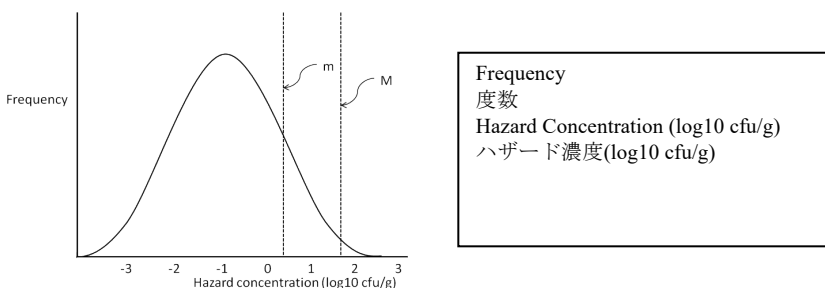

図 2. 3クラスサンプリングプランの対象となるロット内分布。推定濃度が 2 log10 cfu/g (つまり「M」を超える) のサンプルを含むロットは直ちに不合格とされる
3クラスプランを示すには(図 2 を参照) 許容不可能濃度閾値を含めるオプションを選択し、許容不可能濃度閾値 (M) を定義する必要がある (1000 cfu/g以下、若しくは1 ml あたりの許容値を決定すること)。これは、サンプルの許容限界の上限であり、いずれか1つのサンプル中の生物の推定濃度が M より大きい場合、ロット全体が M より大きいとみなされ、容認不可能とする (即ち、「明白な」不合格という結果となる)。